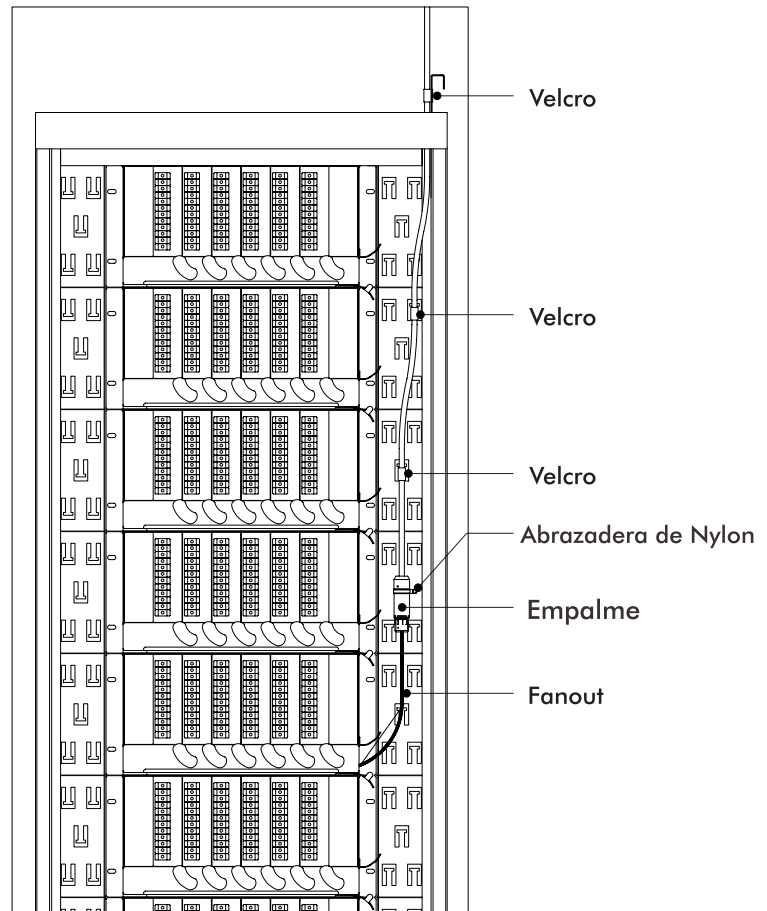

Figura 9
2. Guíe los cables Trunks – Fanouts hasta cerca de los Sub-Racks por la parte posterior del paso lateral de cables del Rack FTH-610. Utilice el Velcro doble cara para la fijación durante la ruta y las abrazaderas de Nylon de 150 mm en la fijación del empalme. Como se muestra en la Figura 9.